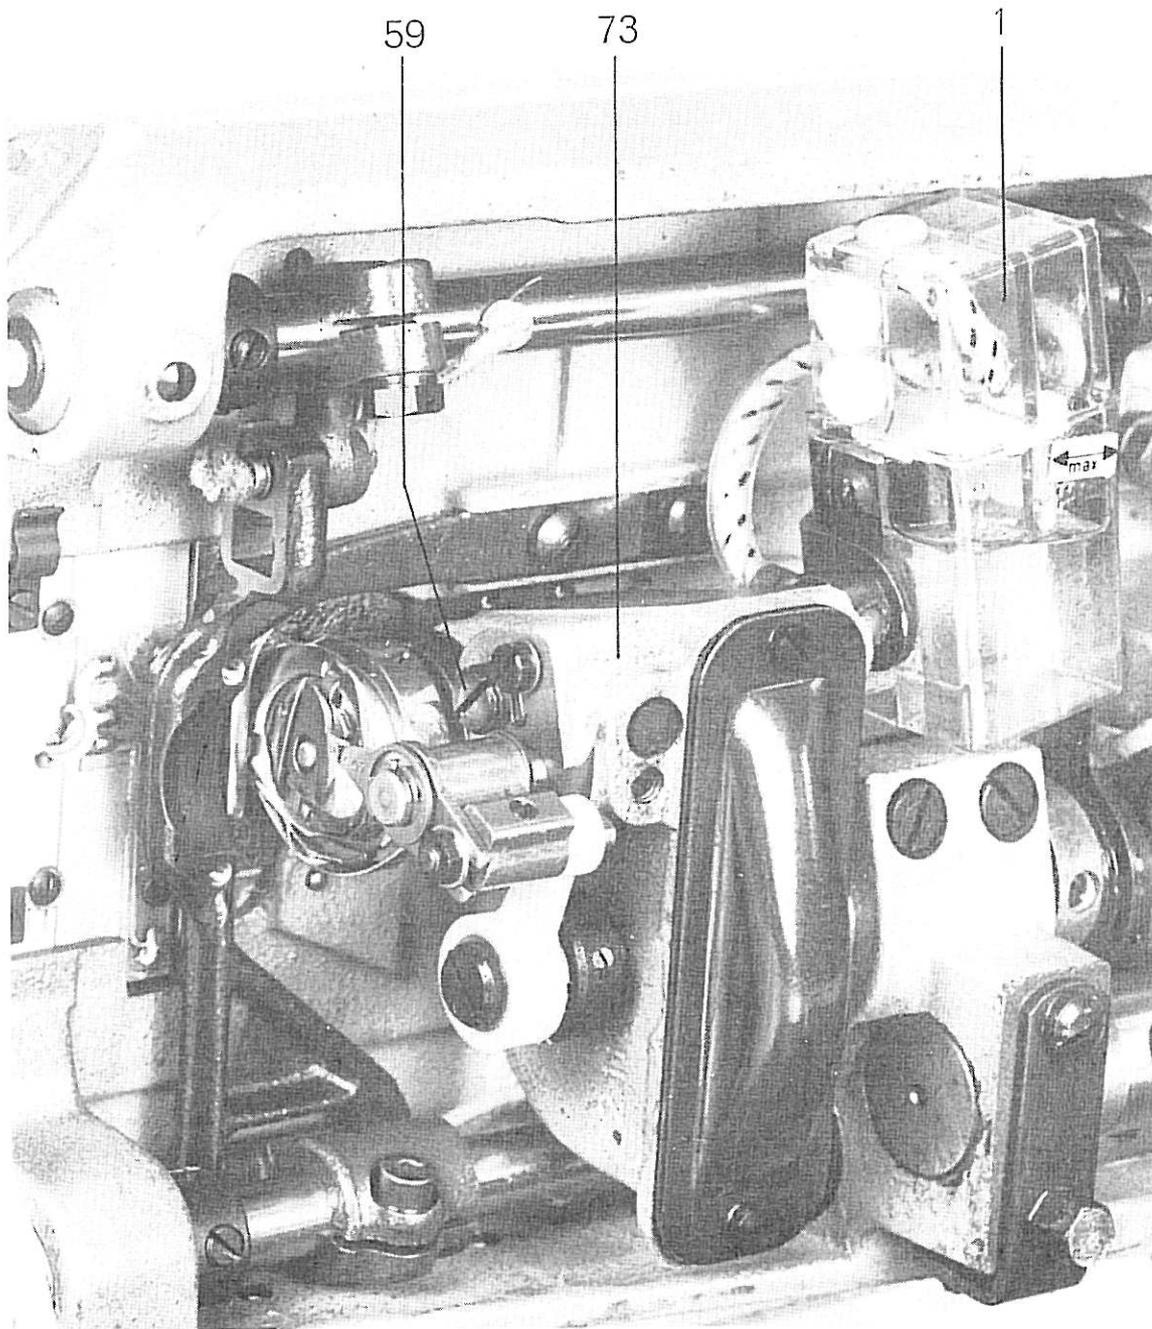

Fig. 7
Le graissage du crochet est assuré séparément par un réservoir d'huile 1 (fig. 7), situé à côté du crochet, ce qui garantit l'alimentation constante du crochet en huile pure. Là aussi, dans des conditions normales, un remplissage suffit pour une durée d'environ 50 heures de service.
12.1. Réglage du débit d'huile pour le crochet (fig. 7)
Après une durée de service d'un an, soit 2500 heures environ, l'intérieur du carter de pignon 73 (fig. 7) doit être nettoyé et pourvu de graisse fraîche. L'évidement en forme de coupe dans le couvercle du carter sert de mesure pour la quantité de graisse à remplir.